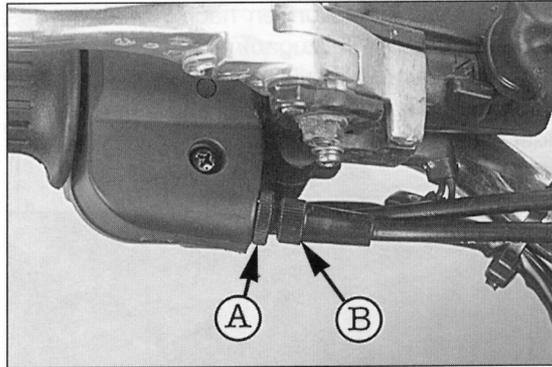
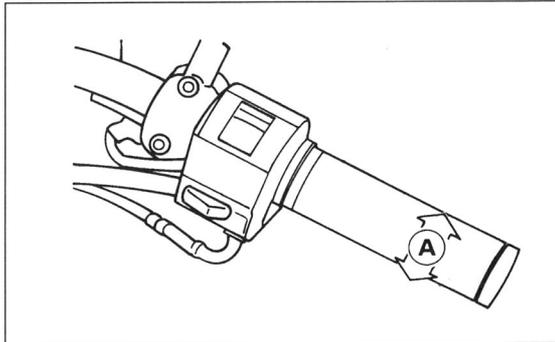

Bild 38
Bild 43
- Seilzugspiel am oberen Einsteller (Bild 38) nach Lösen der Gegenmutter so einstellen, dass sich am Drehgriffumfang ein Leerweg von 3 – 5 mm ergibt (Bild 43).